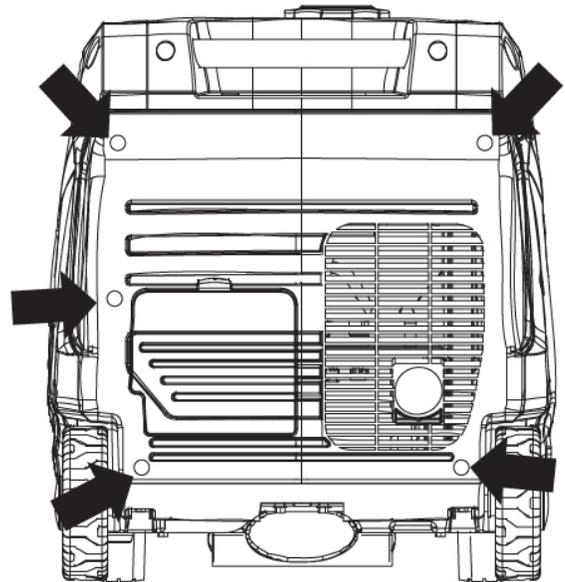

Figure 18 : Retirer le panneau d'accès au silencieux
3. Retirez les vis qui maintiennent le couvercle du silencieux en place (voir Figure 18).